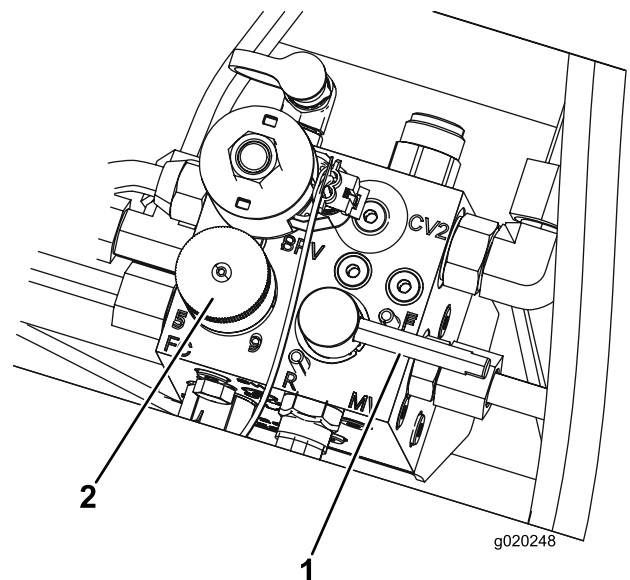

図 97
5. リール速度コントロールノブを 1 にセットする **図 97**。
6. バックラップレバーをR逆転位置にセットする **図 97**。